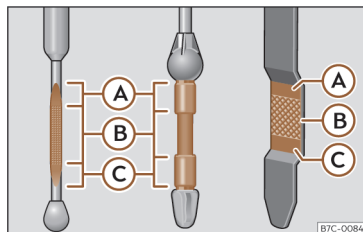

**Fig. 231** Vareta de medição do nível de óleo.
- Em seguida, retire-a novamente e verifique o nível do óleo >>> Fig. 231. Caso seja necessário, reponha óleo do motor.
- Quando o nível de óleo atingir pelo menos a zona >>> **Fig. 231 (B)**, enrosque a tampa do bocal de enchimento com cuidado >>> ①.